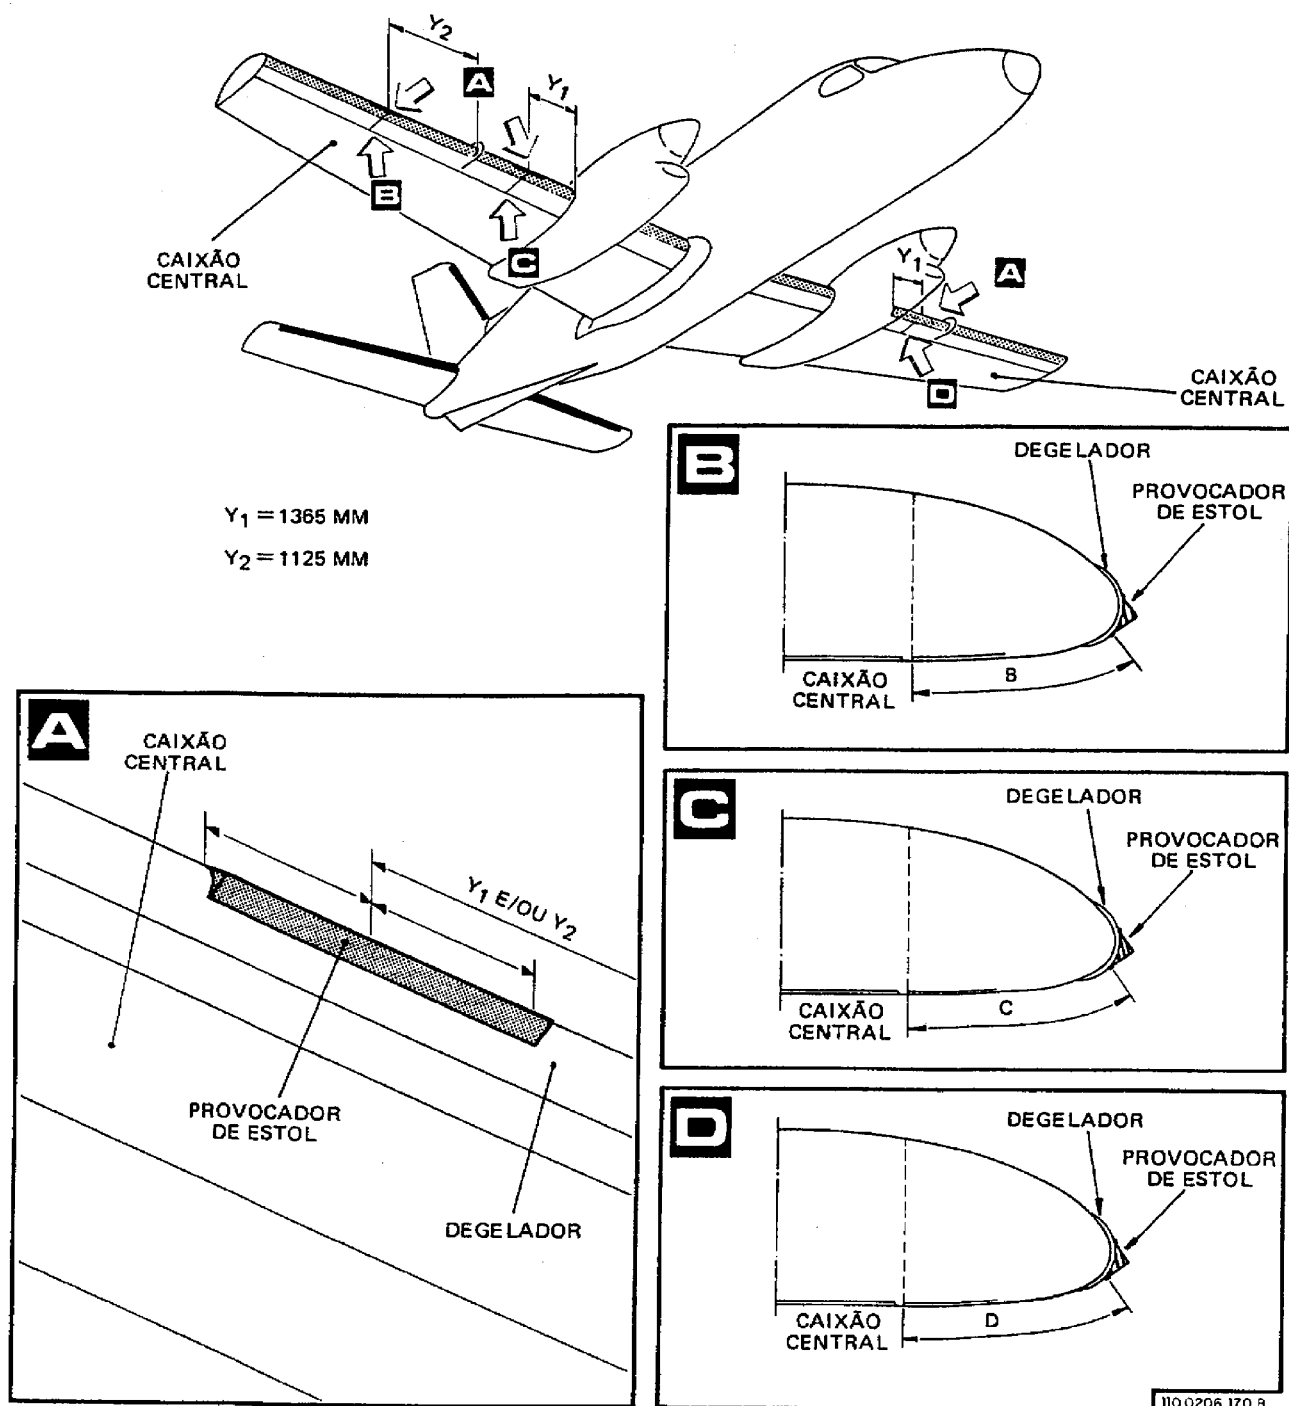

Figura 6-10. Instalação do Provocador de Estol no Degelador
**6-37. PROVOCADOR DE ESTOL** (figura 6-10)
1. Anote a posição do provocador de estol em relação à asa do avião. Use como referência as coordenadas da figura 6-10.
3. Conecte a mangueira do dispositivo mostrado na figura 6-10 à conexão de cada degelador e faça a sangria do ar remanescente na mangueira do dispositivo, através desta conexão.